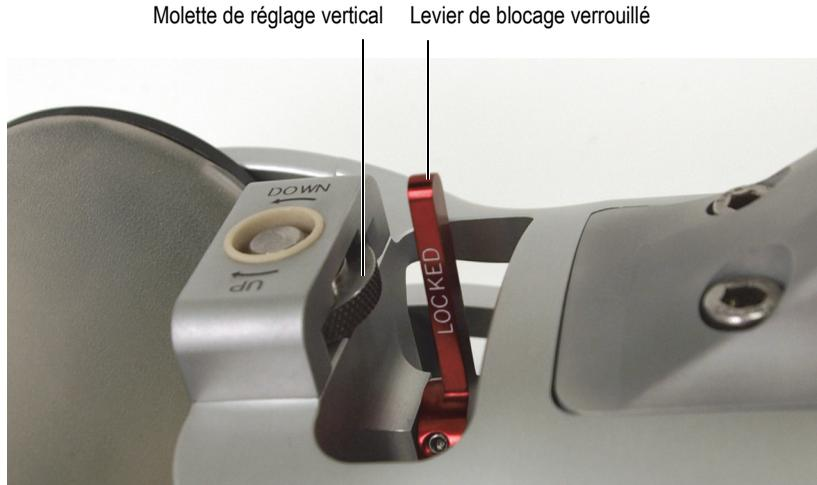

Figure 4-8 Blocage de la roue centrale
6. Bloquez la roue centrale en position en plaçant le levier LOCKED (Figure 4-8 à la page 67).